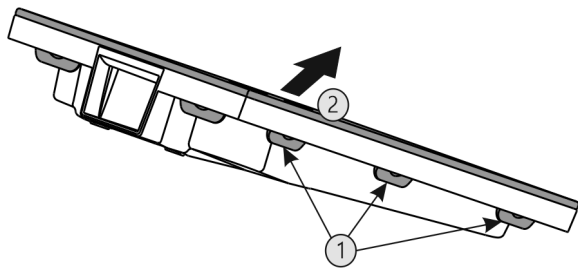

Fig. 30
- ▶ Всі накладки Fig. 30 (1) натиснути послідовно і вийняти кришку Fig. 30 (2).